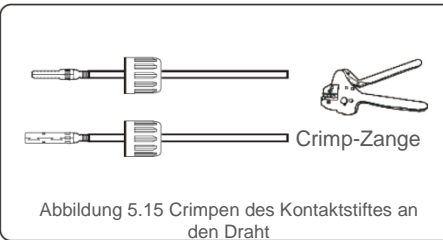

Abbildung 5.15 Crimpen des Kontaktstiftes an den Draht
3. Crimpen Sie den Kontaktstift mit einer geeigneten Drahtcrimpeinheit an den Draht (siehe Abbildung 5.15)